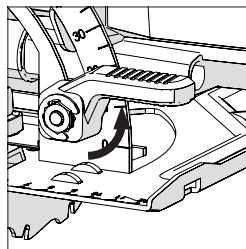

Abb. 13
- Lösen Sie den Winkel-Sperrmechanismus vorn an der Maschine, indem Sie den Daumen-Hebel nach oben ziehen. (**Abb.13**)